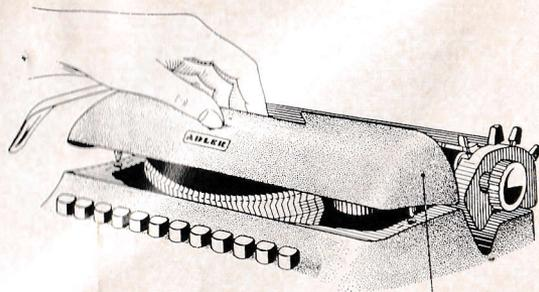

Abb. 3
Die Abdeckhaube (19) ist durch leichten Zug nach oben abzunehmen (Abb. 3). Beim Aufsetzen legt man die Abdeckhaube konturengleich an; durch leichten Druck von oben rastet sie ein.